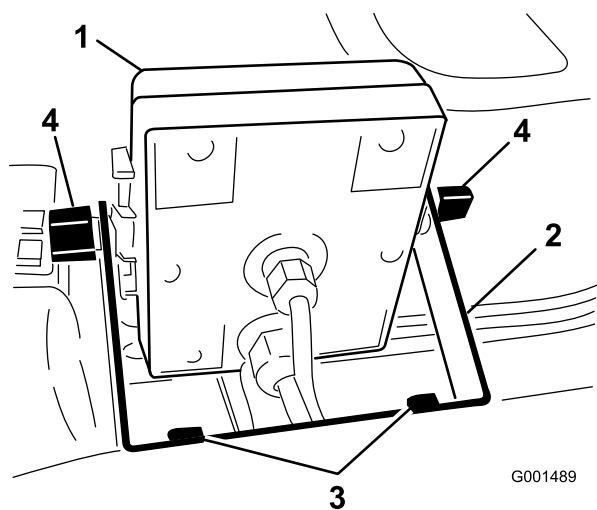
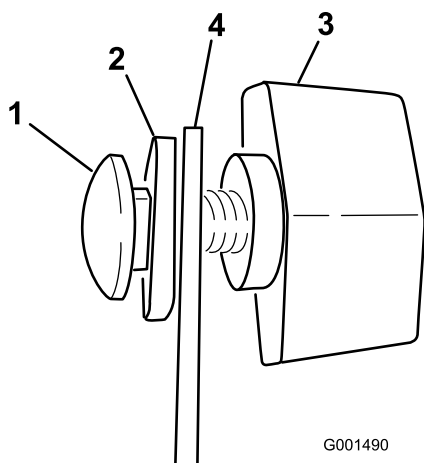

図 5
図 6
2. モニタのブラケットをダッシュボードに取り付ける；フランジヘッド・ボルト (1/4 x 3/4 in) 2本とフランジ・ナット (1/4 in) 2本を使用する(図 5)。
3. キャリッジボルト、ゴム・ワッシャ、ノブ各 2 個を、図 5 および図 6 のように仮止めする。
- ブラケットにスプレープロを取り付け(図 5)、ノブで固定する。